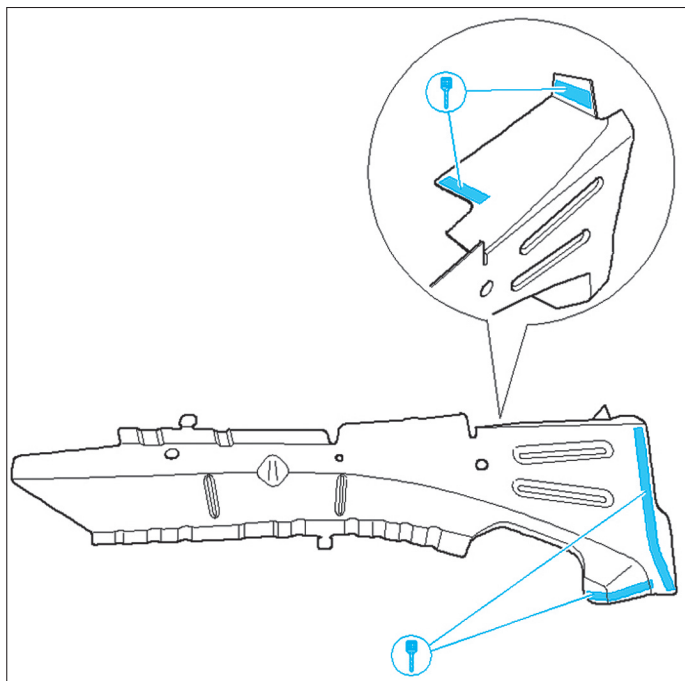

FIG. 15
- Sur la pièce neuve, percer les orifices nécessaires, avec un foret de 5 mm de diamètre pour les soudures par bouchonnage (Fig.15).